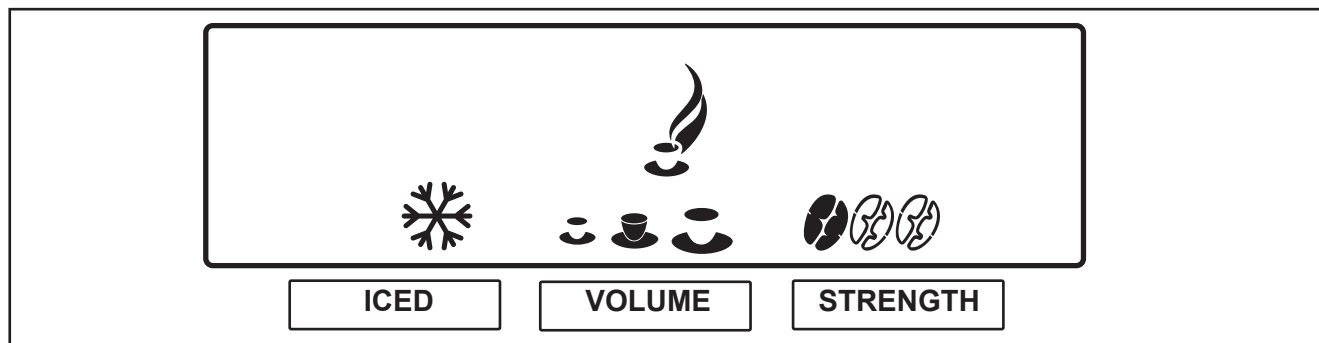

Рис. 15
В автомате предусмотрены возможности предварительного выбора. Они могут быть активированы техником сервисной службы при установке автомата. При нажатии кнопок предварительного выбора на дисплее отображаются следующие символы (Рис. 15):
2. Нажать на кнопку „ICED“ („ХОЛОДНЫЙ“), чтобы активировать этот вариант предварительного выбора. На дисплее появляется символ “ICED” („холодный“). (Рис. 15)
2. Нажать на кнопку „VOLUME“ („ОБЪЕМ“), чтобы активировать этот вариант предварительного выбора. На дисплее отображаются три чашки (малая - средняя - большая). (Рис. 15)